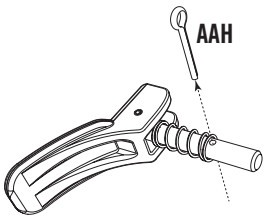
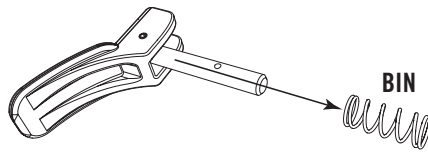

Fig. 1
Fig. 2
- Remove the **Cotter Key (AAH)** (Fig. 1) and **Spring (BIN)** (Fig. 2) from the **Locking Pin (EHR)**. Repeat this step for the second Locking Pin Assembly.
- Enlevez la **goupille fendue (AAH)** (Fig. 1) et le **ressort (BIN)** (Fig. 2) de la **goupille de verrouillage (EHR)**. Répétez cette étape pour la deuxième manivelle de verrouillage.
- Quite la **chaveta (AAH)** (Fig. 1) y el **resorte (BIN)** (Fig. 2) del **pasador de cierre (EHR)**. Repita este paso para el segundo pasador de cierre.